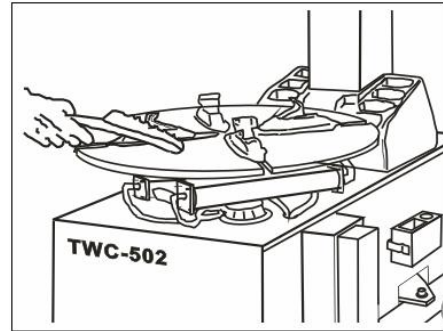

Fig.37
- Den Drehteller, die Backen und die Führungsschienen wöchentlich säubern (Fig. 37).